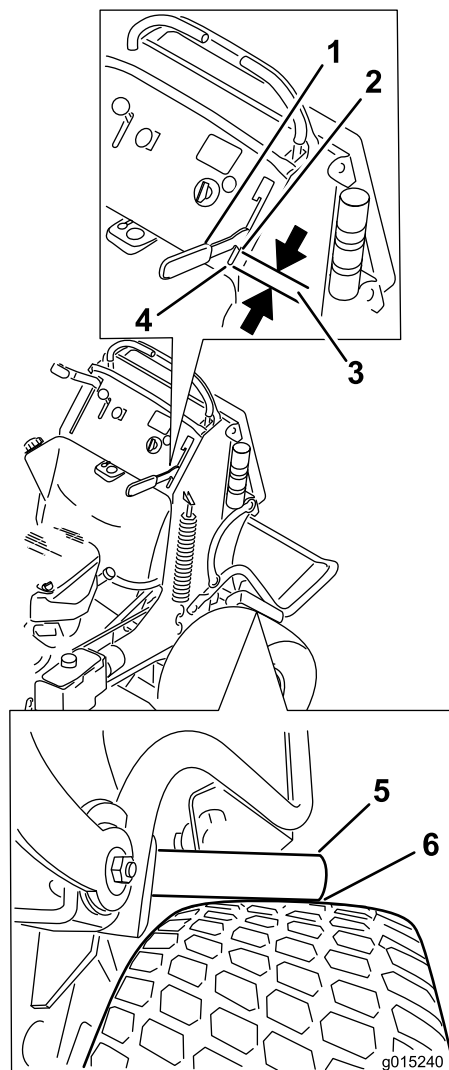

Figure 70
4. Engagez le levier de frein jusqu'à ce que les barres touchent juste le pneu (Figure 70).
5. Mesurez la distance entre l'avant du levier manuel et l'extrémité de la fente dans le panneau de commande lorsque la barre de frein rencontre le pneu (Figure 70).